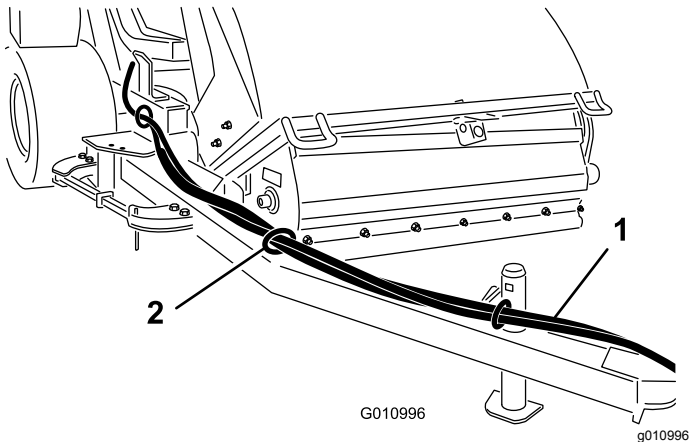

Bild 11
1. Verlegen Sie die Hydraulikschläuche und den Kabelbaum durch die Schlauchführungen vorne zur Anbauvorrichtung (**Bild 11**).